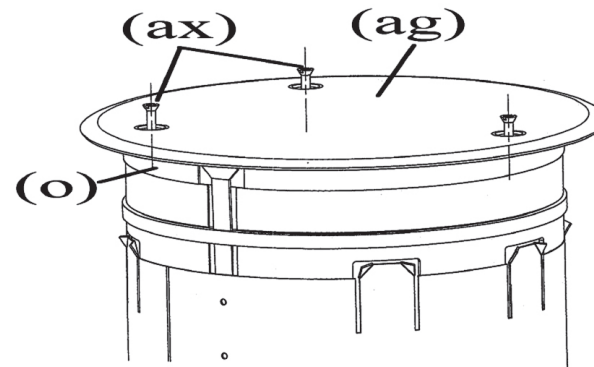

Fig. 6
2. Remove cover assembly by removing screws (ax) attaching cover to the can. See Figure 6.
2. Retirer le couvercle en enlevant les vis (ax) rattachant le couvercle de la boîte. Consulter la Fig. 6.
2. Quitar el conjunto de la tapa retirando los tornillos (ax) que fijan la tapa a la carcasa. Ver la Fig. 6.